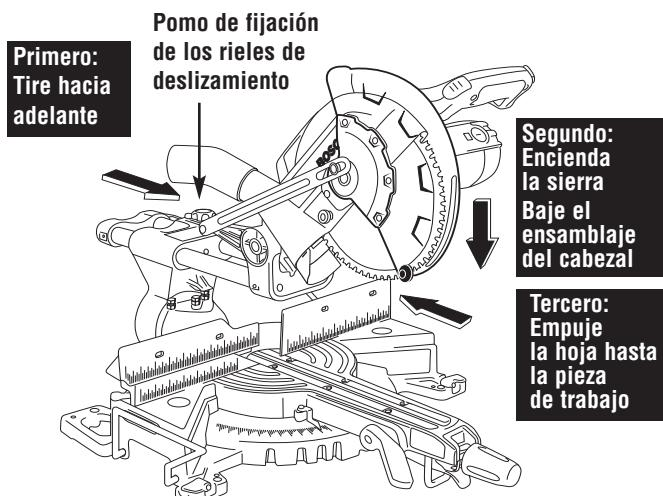

Figura 27. Corte deslizante
- Afloje el pomo de fijación de los rieles de deslizamiento (Figura 27).
- Agarre el mango con interruptor y tire del ensamblaje del cabezal alejándolo del tope-guía hasta que la hoja no toque la pieza de trabajo o hasta su extensión máxima si la hoja no puede dejar de tocar la pieza de trabajo (Figura 27).